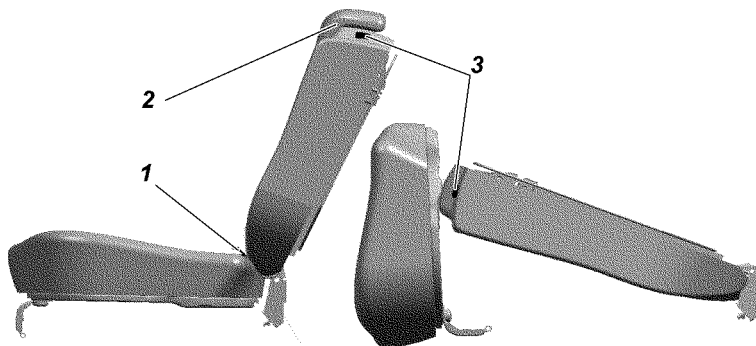

Рис. 3.25. Заднее трехместное сиденье:
Заднее трехместное сиденье (рис. 3.25) состоит из односторонней и двухместной подушки и односторонней и двухместной спинки.
-потяните за петлю 1 (рис. 3.25) и установите подушку в вертикальное положение;
-потяните за рычаг 3 по направлению движения автомобиля, освободив спинку, уложите ее, как показано на схеме, рис. 3.25;